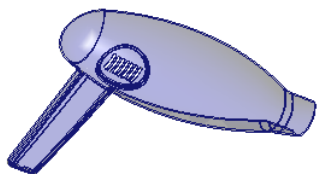

图 8.10 加亮的曲面
② 依次选取所有的边界面（全部加亮）后，松开 **Shift** 键，完成“边界面”的选取。操作完成后，整个模型内表面均被加亮，如图 8.10 所示。